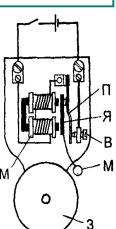

*Рис. 66. Магнитное действие тока.*
**Магнитное действие тока** также легко наблюдать на опыте. Для этого медный провод, покрытый изоляционным материалом, нужно намотать на железный гвоздь, а концы провода соединить с источником тока. Когда цепь замкнута, гвоздь становится **электромагнитом** – намагничивается в результате действия тока и притягивает небольшие железные предметы: гвоздики, железные стружки, опилки. С исчезновением тока в обмотке (при размыкании цепи) гвоздь размагничивается, рис. 66, а.
Большие электромагниты используются на производстве, рис. 66, б. Маленькие электромагниты используются, в различных реле, в электрическом звонке (рис. 67) и т. п.